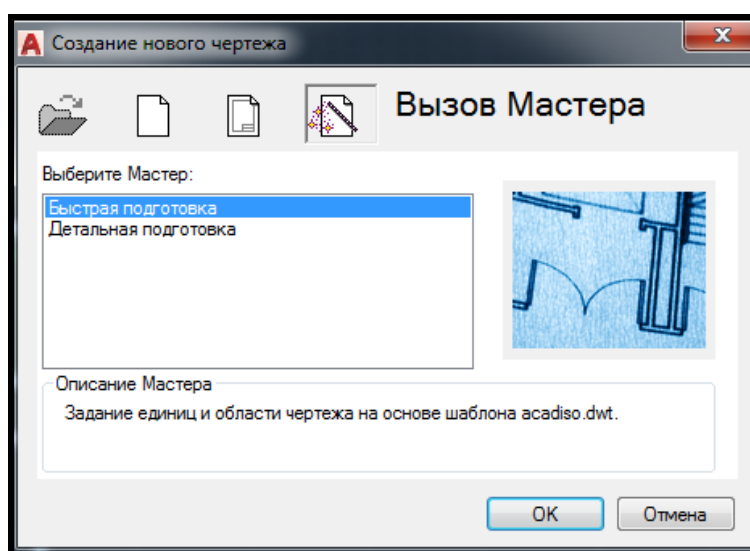

Рисунок 3.45 – Створення нового креслення за допомогою майстра
У разі зміни системної змінної **НАЧАЛО РАБОТЫ (STARTUP)** зі стандартного значення (2) на значення, яке дорівнює 1, під час створення нового креслення буде з'являтися діалогове вікно **Создание нового чертежа** (рис. 3.45), у якому можна вибрати один з трьох способів створення нового креслення: